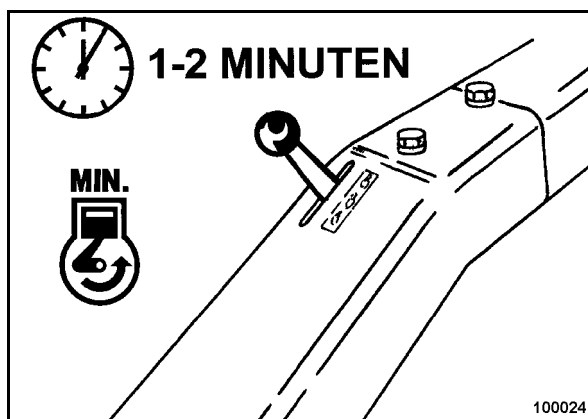

рис. 38
- Установить рычаг управления частотой вращения (рис. 38) в положение "MIN" (холостой ход) и дать двигателю еще поработать непродолжительное время для выравнивания температуры.